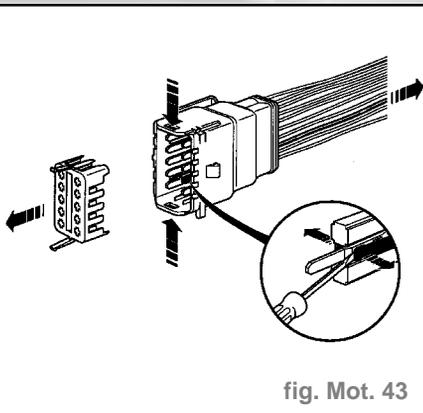

fig. Mot. 43
- Tirer sur le guide jaune pour le dégager des cosses puis appuyer de part et d'autre du connecteur sur les deux languettes (fig. Mot. 43).